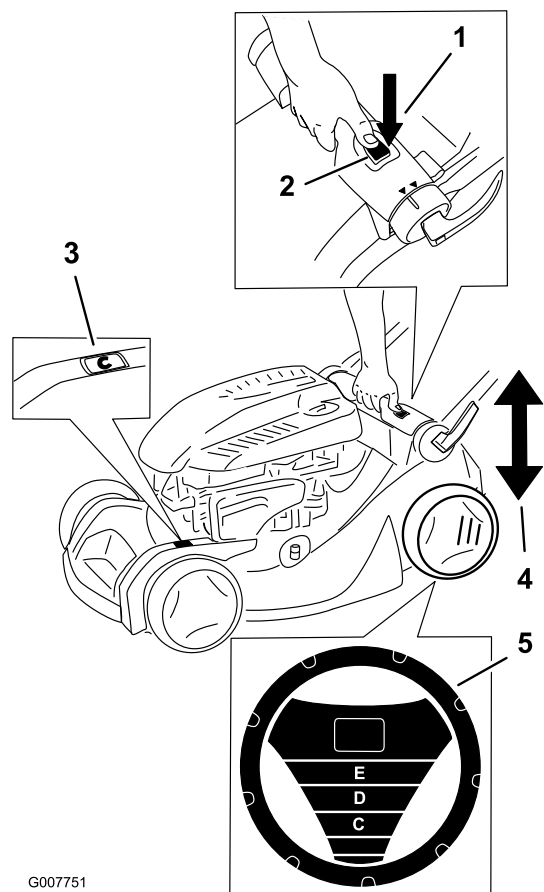

Figure 13
Remarque: Le système SmartWheel® calcule le réglage correct pour vous éviter de tondre l'herbe de plus du tiers de sa hauteur (Figure 13).
2. Amenez la tondeuse sur la pelouse ; arrêtez-vous quand le dessin SmartWheel est à la verticale (Figure 13).